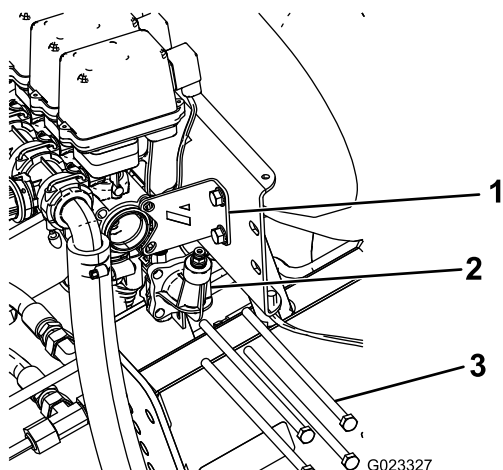

図 3
1. 水圧ゲージポートをブームバルブに取り付けているねじ山付きロッド（4本）を外して廃棄する（図 3）。平ワッシャとナットは捨てないこと。
2. スタビライジング・ブラケットをバルブ・アセンブリに固定しているボルトとナット（2組）を外して保管する（図 3）。